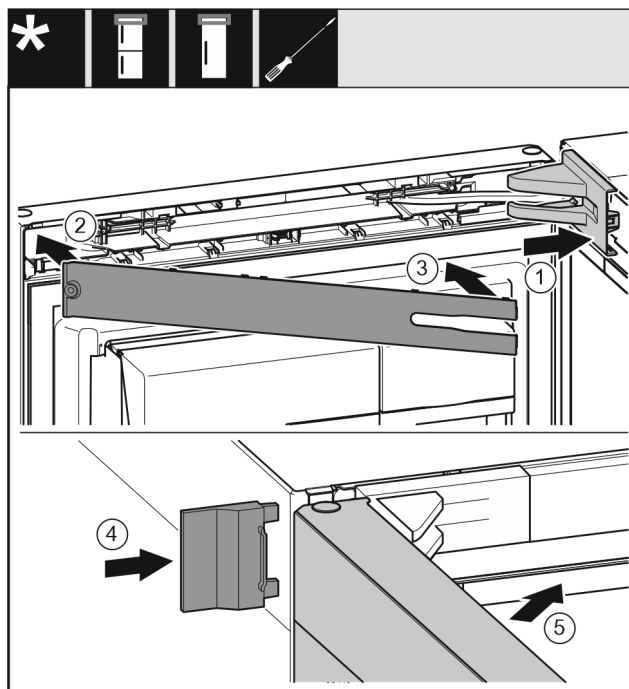

Fig. 26
- ▶ Namestite pokrov ležajnega podstavka Fig. 26 (1) in ga zaskočite, po potrebi ga previdno potisnite narazen.
- ▶ Namestite zaslonko Fig. 26 (2).
- ▶ Obrnite zaslonko Fig. 26 (3) not in jo zatakните.
- ▶ Navlecite zunanji pokrov Fig. 26 (4).
- ▶ Zaprite zgornja vrata Fig. 26 (5).